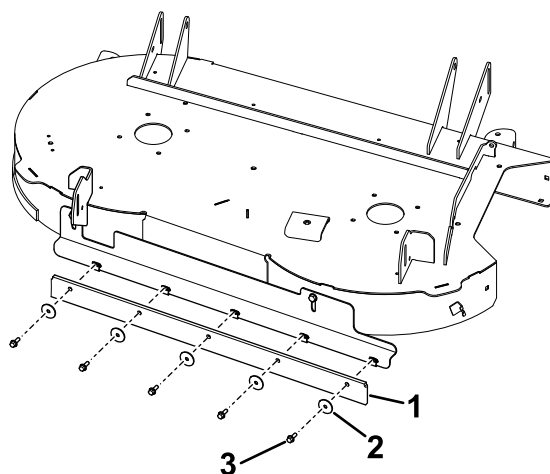

Figure 7
7. Fixez le racloir sur le support à l'aide de 5 boulons ($\frac{1}{4} \times \frac{3}{4}$ po) et 5 rondelles (Figure 7).